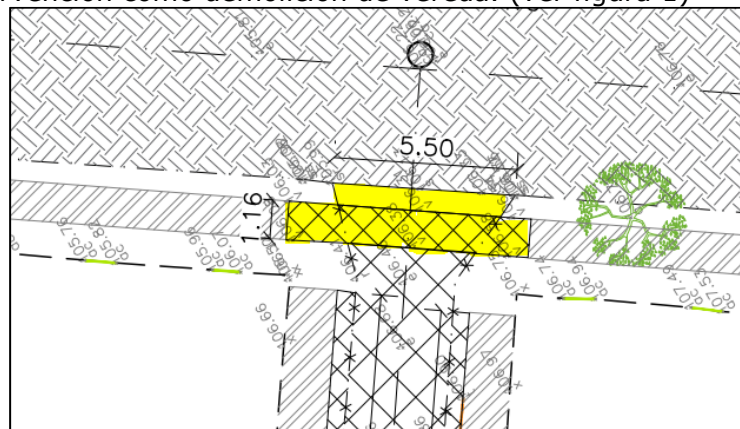

Figura 1
25. Considerar la intervención como demolición de vereda. (ver figura 1)